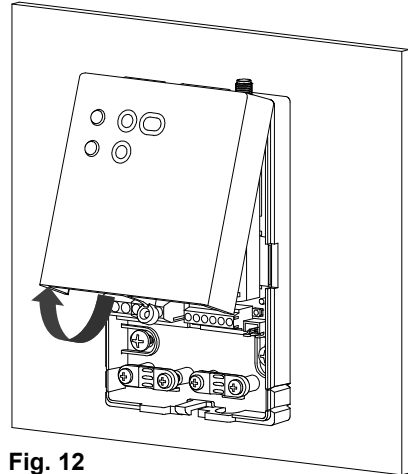

Fig. 12
- 7 Faire tourner le couvercle en exerçant une légère pression jusqu'à l'extraction complète (Fig. 12).